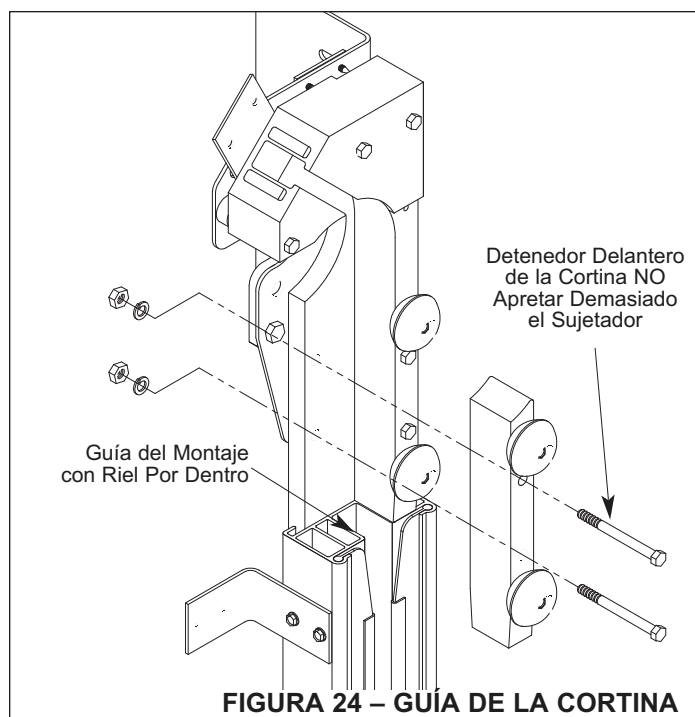

FIGURA 24 – GUÍA DE LA CORTINA
1. Quitar los dos pernos de forma hexagonal de 3/8" que detienen los retenedores frontales de la cortina en su lugar (ambos lados), Figura 24.
10. Instalar los sujetadores frontales de la cortina de nuevo en el riel inferior, Figura 24.